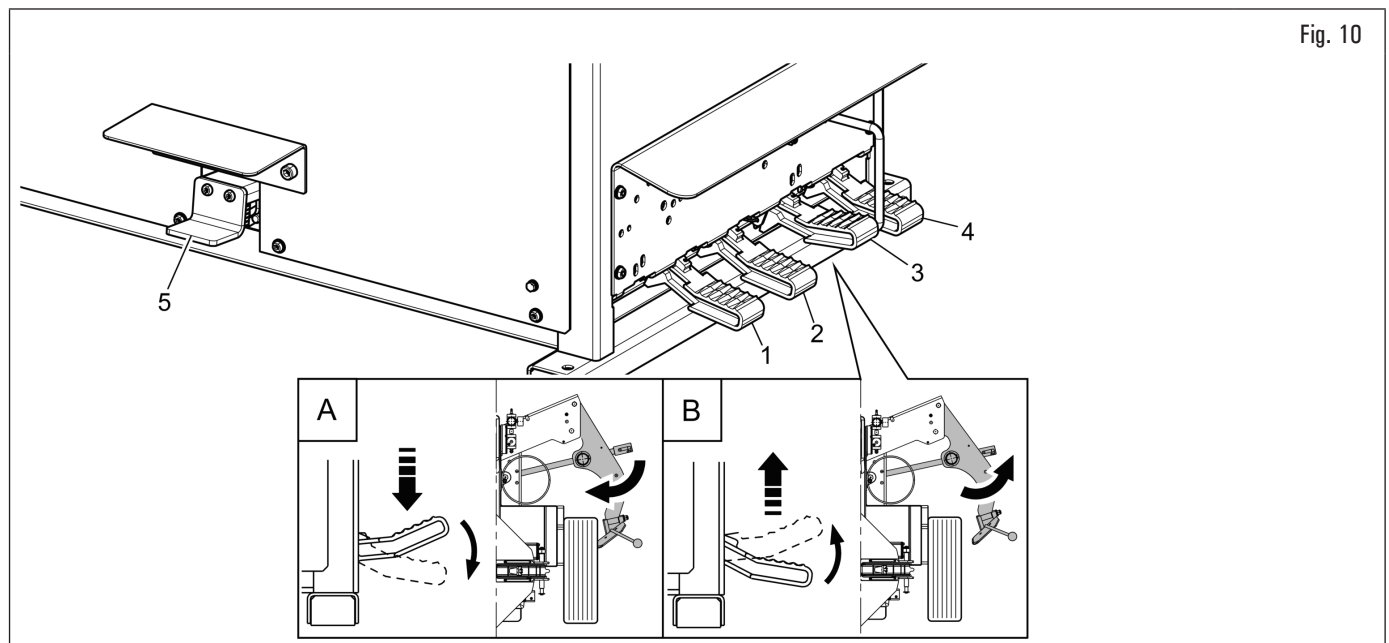

Fig. 10
La « **pédale 1** » (Fig. 10 réf. 1) active le poteau automatique et possède deux positions de fonctionnement stables : la première (avec pédale vers le haut) renverse le poteau du côté opposé à l'opérateur ; la seconde (pédale enfoncée) ramène le poteau en position de travail.
La « **pédale 2** » (Fig. 10 réf. 2) commande l'ouverture et la fermeture des griffes de blocage du plateau du mandrin.
La « **pédale 3** » (Fig. 10 réf. 3) a 2 positions d'opération : une pesée en bas commande le cylindre pour le décollage talons avec le bras latéral (A); le déclenchement de cette pédale reporte le bras décolle-pneus dans la position initiale (décolle-pneus ouvert) (B).
La « **pédale 4** » (Fig. 10 réf. 4) commande la rotation du plateau mandrin et peut être placée dans 3 positions stables :
La « **pédale 4** » (Fig. 10 réf. 4) commande la rotation du plateau mandrin et peut être placée dans 4 positions stables :
La « **pédale 5** » (Fig. 10 réf. 5) de gonflage à action maintenue, produit la distribution de l'air à pression contrôlée (max.  $4,2 \pm 0,2$  bar -  $60 \pm 3$  psi).